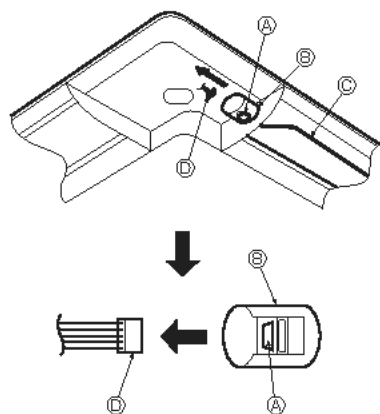

Fig. 10-16
10.4. Låsa luftflödesriktning upp/ner (Fig. 10-16)